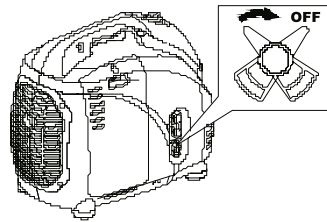

Рис. 23
3. Переверните топливный кран в положение «OFF» (Рис. 23).